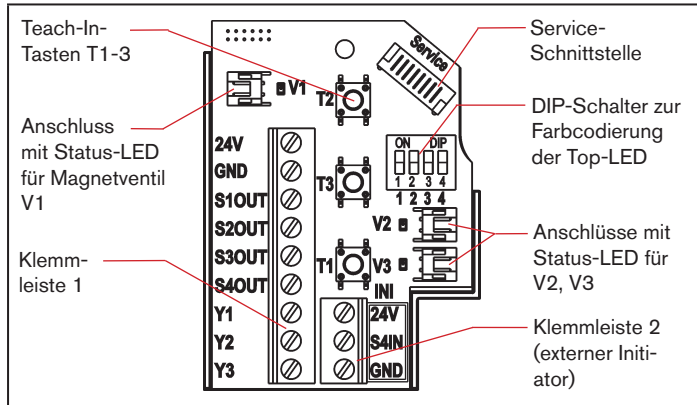

Bild 4: Elektronikmodul (24 V DC)
- Adern entsprechend der im "Bild 4" beschriebenen Anschlussbelegungen an den Klemmleisten fixieren.
Ein **externer Initiator** kann über die 3-fach-Klemmleiste 2 angeschlossen werden (siehe "Bild 4" bzw. siehe Bedienungsanleitung, Kapitel „Anschluss eines Externen Initiators“).